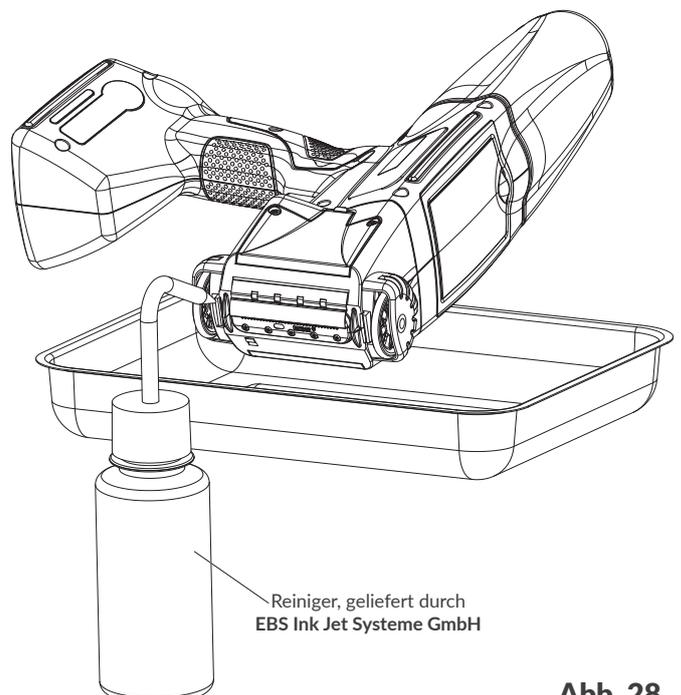

Abb. 28.
2. Kippen sie den Drucker zur Seite hin und richten Sie seine Stirn leicht nach unten (siehe Abb. 28); in dieser Lage des Druckers wird das verschmutzte Reiniger frei abfließen können.